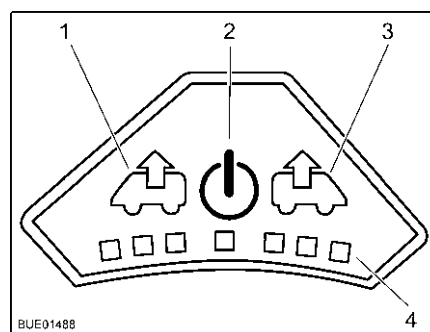

Fig. 64 Quadro comandi del ventilatore
- Premere il tasto On/Off (Fig. 64,2). Il ventilatore funziona in modalità comfort (sfiato al numero di giri minimi del ventilatore).
- Per aumentare il numero di giri del ventilatore: Premere il tasto Sfiato (Fig. 64,1). Il numero di giri del ventilatore aumenta di uno stadio in direzione sfiato. I LED (Fig. 64,4) indicano gli stadi di commutazione.
- Per ridurre il numero di giri del ventilatore: Premere il tasto Aerazione (Fig. 64,3). Il numero di giri del ventilatore si riduce di uno stadio.
- Per aumentare il numero di giri del ventilatore: Premere il tasto Aerazione (Fig. 64,3). Il numero di giri del ventilatore aumenta di uno stadio in direzione aerazione. I LED (Fig. 64,4) indicano gli stadi di commutazione.
- Per ridurre il numero di giri del ventilatore: Premere il tasto Sfiato (Fig. 64,1). Il numero di giri del ventilatore si riduce di uno stadio.
- Premere il tasto On/Off (Fig. 64,2). Il ventilatore si ferma, i LED si spengono.